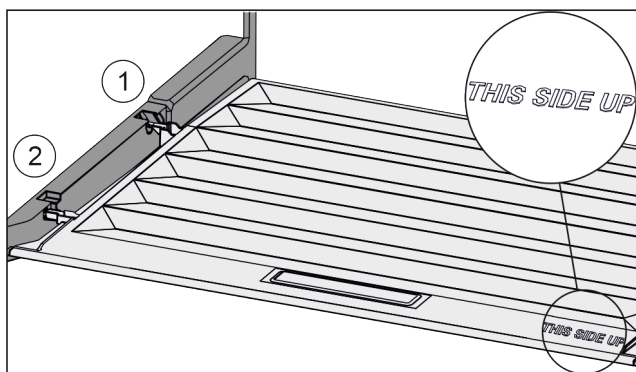

Fig. 49
- ▶ Introduire les rainures du couvercle par l'orifice du support arrière Fig. 49 (1) et les enclencher à l'avant dans le support Fig. 49 (2).